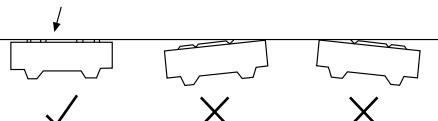

Рис. 3
1. Расположите монтажную пластину горизонтально (рис. 3) на стене в том месте, где будет крепиться внутренний блок кондиционера. Соблюдайте указанные расстояния (рис. 4).